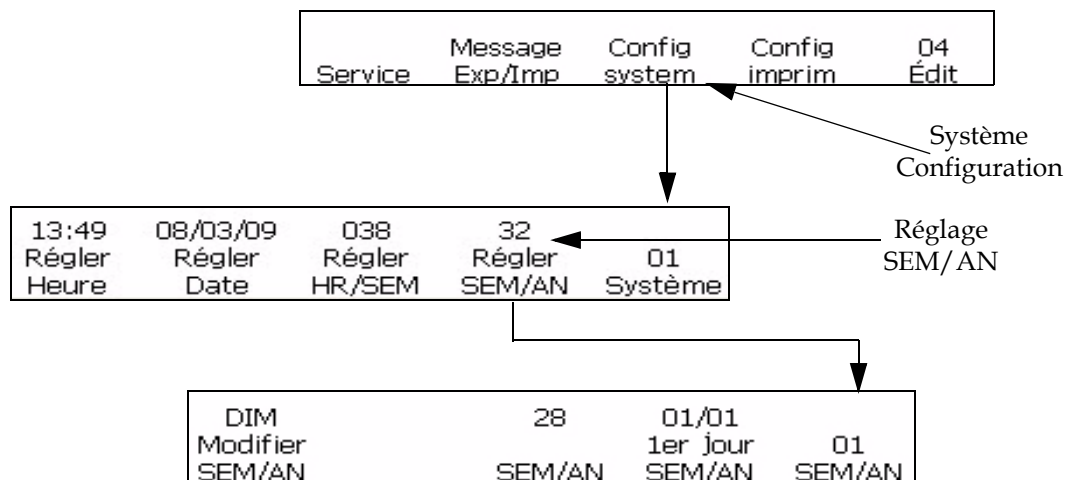

Figure 4-22: Fenêtre <01 SEM/AN>
- Naviguez jusqu'à la Fenêtre <01 SEM/AN> (01 Editer > 02 Editer > 03 Editer > 04 Editer - Config. système > 01 Système - Config. SEM/AN > 01 SEM/AN). Voir Figure 4-22.